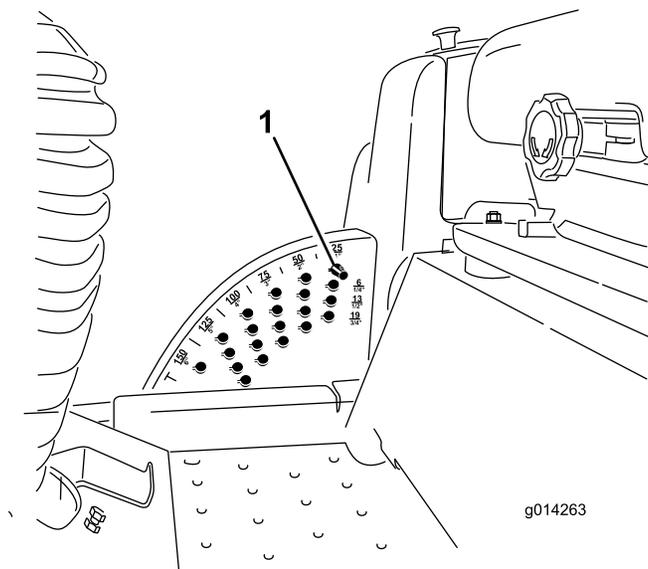

Figura 16
Nota: Per bloccare il piatto di taglio in posizione sollevata, sollevatelo oltre la posizione di 15 cm, togliete la spina di fermo dell'altezza di taglio (vedere Regolazione dell'altezza di taglio) e inseritela nella posizione dell'altezza di taglio di 15 cm (Figura 16).
1. A motore acceso, tirate indietro l'interruttore di sollevamento del piatto di taglio fino a sollevare completamente il piatto e **rilasciate immediatamente l'interruttore** (Figura 16).
2. Per eseguire una regolazione, girate la spina di arresto fino a quando la protuberanza sulla medesima non si trova allineata con gli intagli previsti nei fori della staffa dell'altezza di taglio, quindi rimuovetela (Figura 16).
3. Nella staffa dell'altezza di taglio scegliete un foro corrispondente all'altezza di taglio richiesta, inserite la spina e bloccatela per mantenere questa posizione (Figura 16).
Nota: Vi sono quattro file di fori di posizionamento (Figura 16). La fila superiore fornisce l'altezza elencata sopra la spina. La seconda fila fornisce l'altezza elencata più 6 mm. La terza fila fornisce l'altezza elencata più 13 mm. La fila inferiore fornisce l'altezza elencata più 18 mm. La posizione di 15,2 cm ha un solo foro, situato nella seconda fila, che non aggiunge 6 mm alla posizione di 15,2 cm.